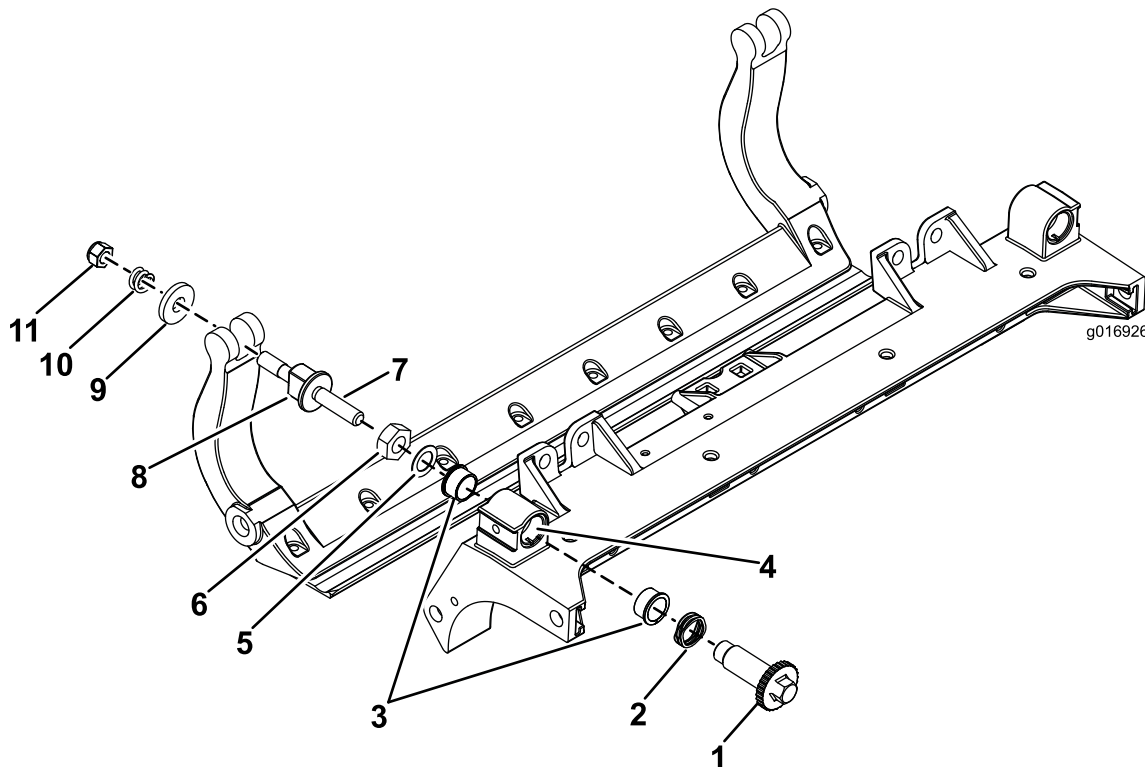

Рисунок 36
1. Снимите все детали (см. *Инструкции по установке* для комплекта HD DPA (модель № 120-7230) и Рисунок 36).
2. Нанесите противозадирный состав на внутреннюю поверхность втулки на несущей раме режущего блока (Рисунок 36).
3. Совместите шпонки фланцевых втулок с прорезями в раме и установите втулки (Рисунок 36).
4. Установите волнистую шайбу на шпindel регулятора и вставьте шпindel регулятора во фланцевые втулки, установленные в раме режущего блока (Рисунок 36).
5. Закрепите шпindel регулятора с помощью плоской шайбы и контргайки (Рисунок 36). Затяните контргайку с моментом 20–27 Н·м.
Примечание: Установите нейлоновую шайбу с каждой стороны выступа боковой пластины. На нейлоновые шайбы установите стальные шайбы (Рисунок 36).